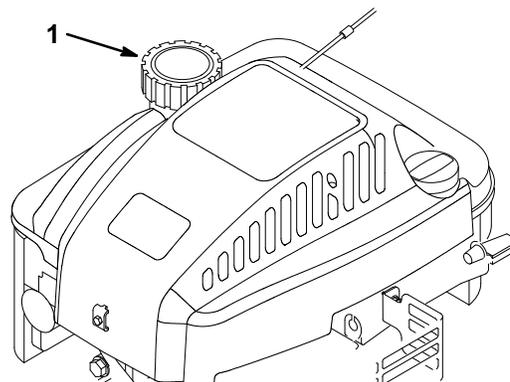

Figure 34
- Remplir le réservoir de carburant (Fig. 34) avec de l'essence propre et fraîche.